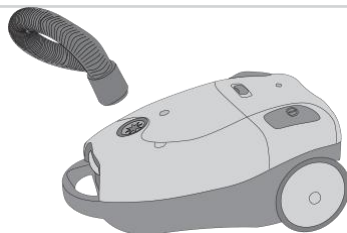

Figura 2 Conectar la manguera
1. Conecte el empalme para la conexión de la manguera a la conexión correspondiente en la unidad del motor, véase la Figura 2. Para retirar la manguera, pulse los dos botones que vienen en los costados de la pieza de empalme y tire de ella para sacarla.